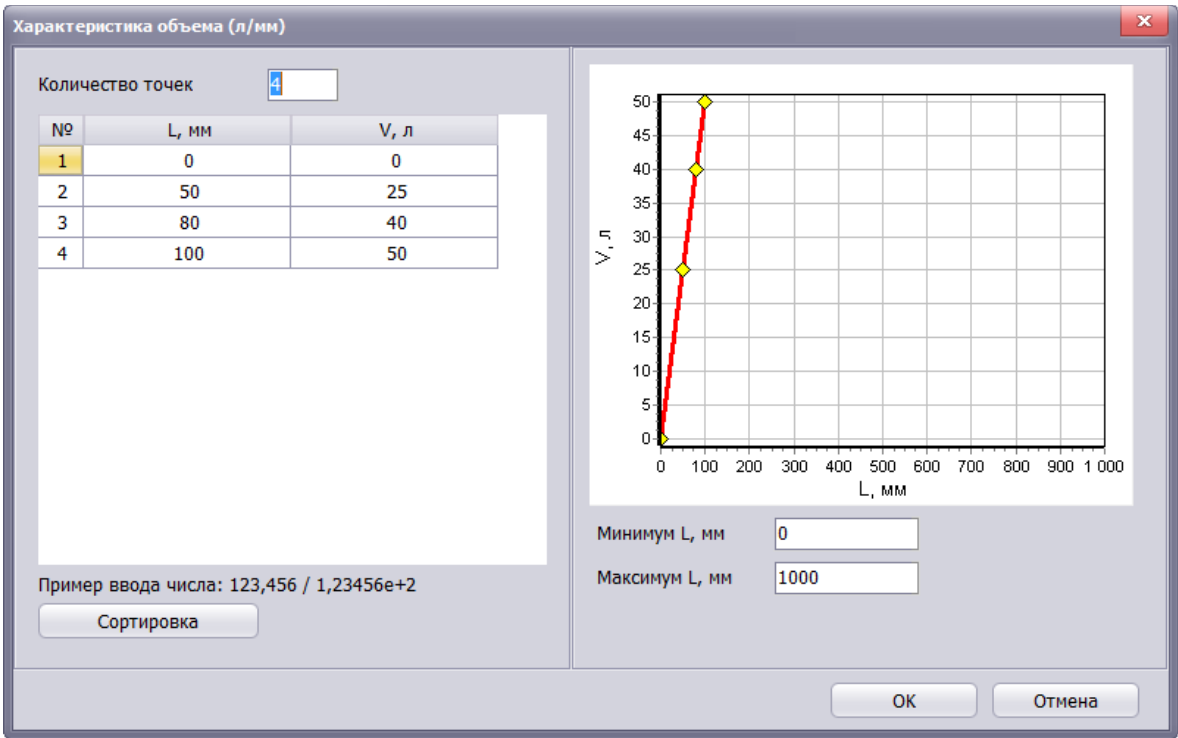

Рис. A2.7. Задание табличной зависимости объема жидкости от высоты уровня
5.3.3. Таблица - Зависимость объема от уровня задается в табличном виде (Рис. A2.7.)